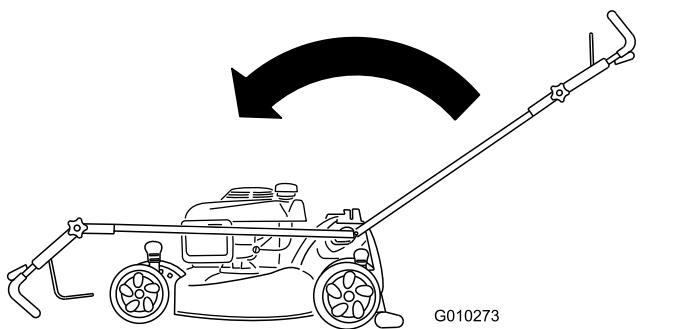

Figure 40
2. Repliez le guidon complètement vers l'avant et desserrez le bouton de la partie supérieure du guidon (Figure 40).